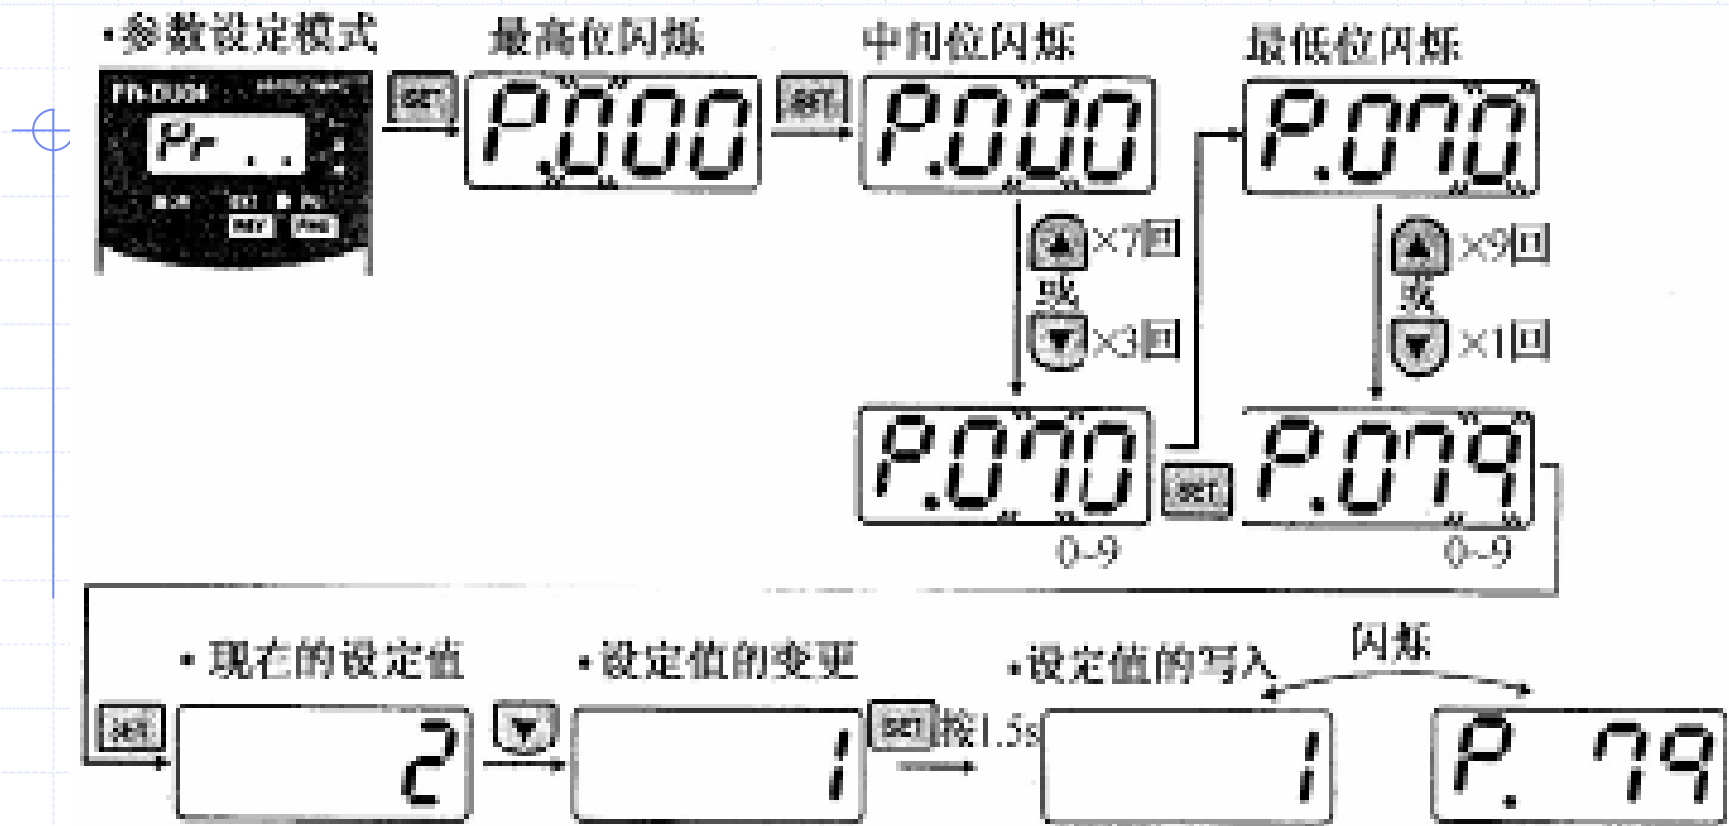

图9-8 参数设定的操作
(4) 参数设定模式，在参数设定模式下，改变参数号及参数设定值时，可以用  或  键增减来设定，其操作如图9-8所示（将目前Pr.79=2改为Pr.79=1）。